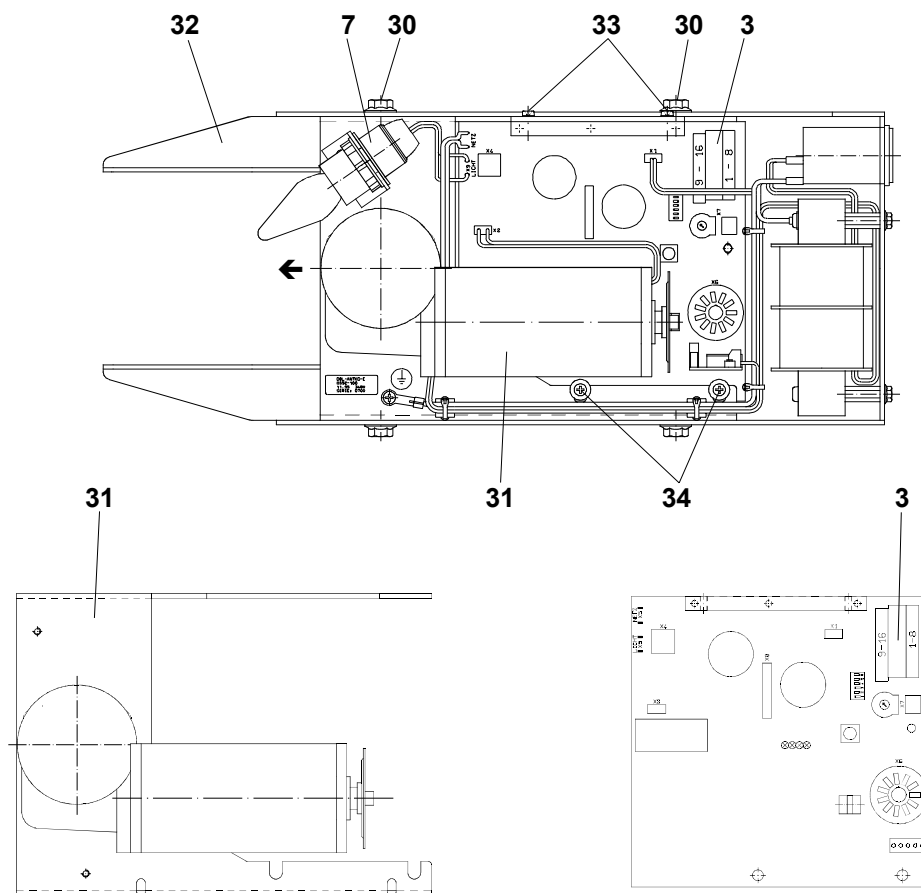

Fig. 15
- Rippenschrauben (30) lösen.
- Motoreinheit (31) und Steuerung (3) in Pfeilrichtung nach vorne schieben und Kette aus dem Kettenritzel aushängen.
- Ganze Motoreinheit (31) mit Steuerung (3) aus dem Gehäuse (32) herausnehmen.
- Kreuzschlitzschrauben (33) und (34) der Steuerung (3) lösen, Steuerung (3) entfernen.
- Lampenhalter (7) abschrauben. Fig. 15